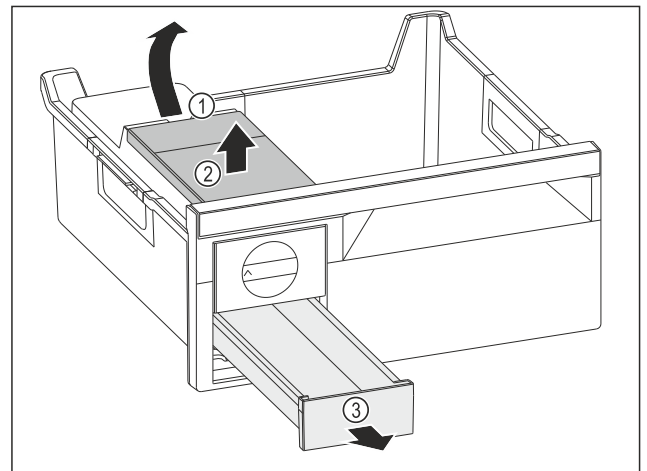

Fig. 73
- ▶ Wassertank entnehmen: Wassertank an der Aussparung Fig. 73 (1) anheben.
- ▶ Wassertank Fig. 73 (2) nach oben entnehmen.
- ▶ Eiswürfelschubfach Fig. 73 (3) nach vorne entnehmen.